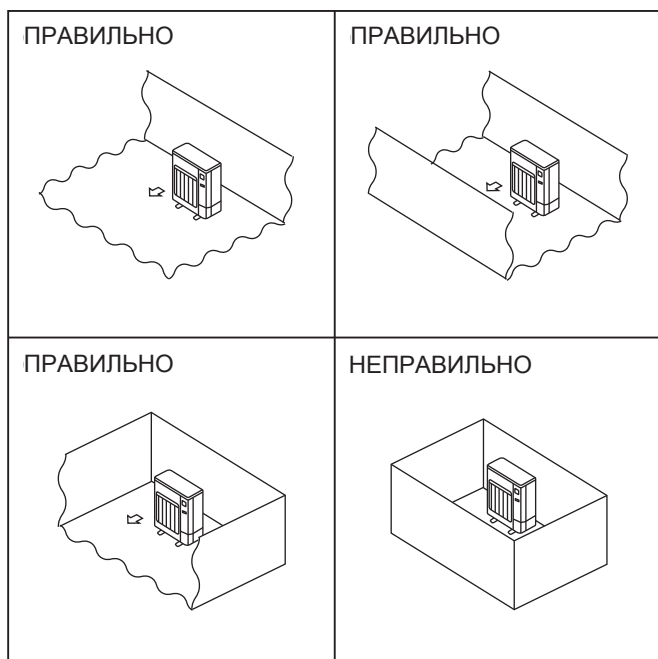

Fig. 2-2
- Установлюйте зовнішні блоки в місцях, де принаймні одна з чотирьох сторін відкрита, або в досить великому просторі без перешкод. (Fig. 2-2)